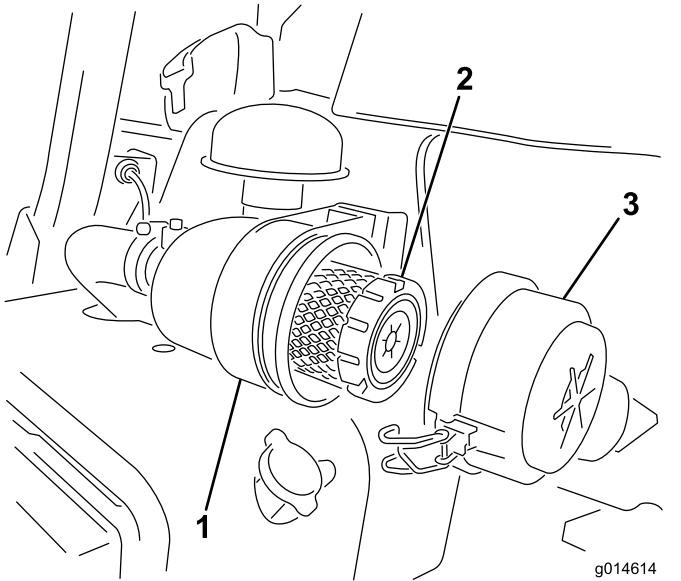

Figura 33
1. Rilasciate i fermi che fissano il coperchio del filtro dell'aria al relativo corpo (Figura 33).
- Fissate i fermi (Figura 33).